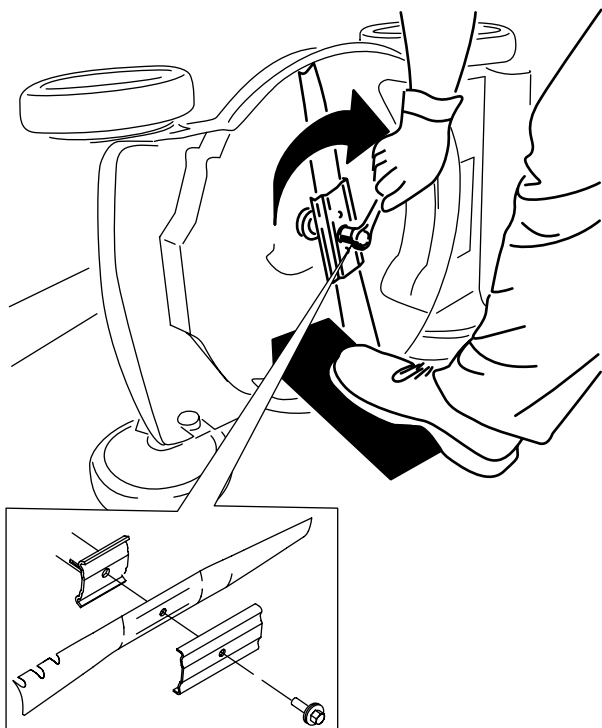

Figura 25
5. Instalați lama nouă și toate elementele de montare (Figura 25).